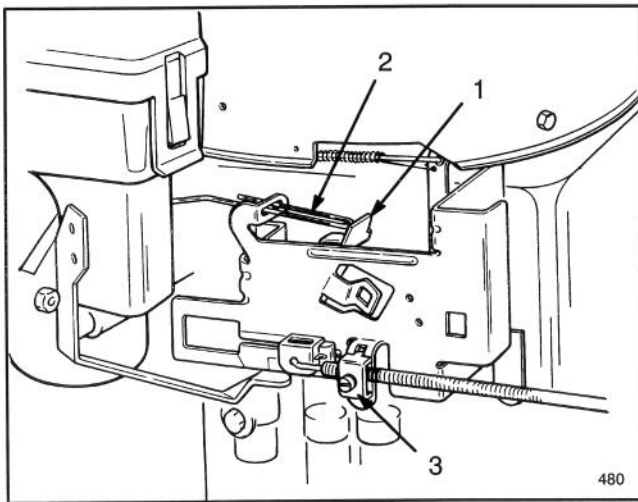

Abbildung 13
2. Der Gashebel sollte soeben mit der Chokeverbindung Kontakt nehmen (Abb. 13); wenn sich diese Teile nicht in der angegebenen Lage befinden, wird eine Einstellung erforderlich.
- B. Die Gaszugklemme (Abb. 13) lösen und das Bowdenzugäußere und den Draht soweit bewegen, bis der Drosselhebel die Chokeverbindung berührt.